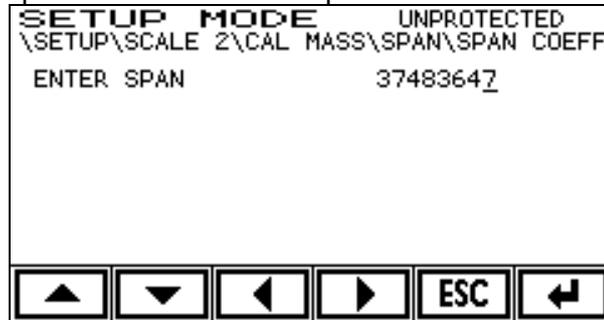

Figura 5.4.2.4.2.2.1
Permite introducir manualmente el valor de la ganancia de la báscula. Parámetro protegido (P). Para ello pulsar la tecla para acceder al menú que se muestra en la figura 5.4.2.5.2.2.1: